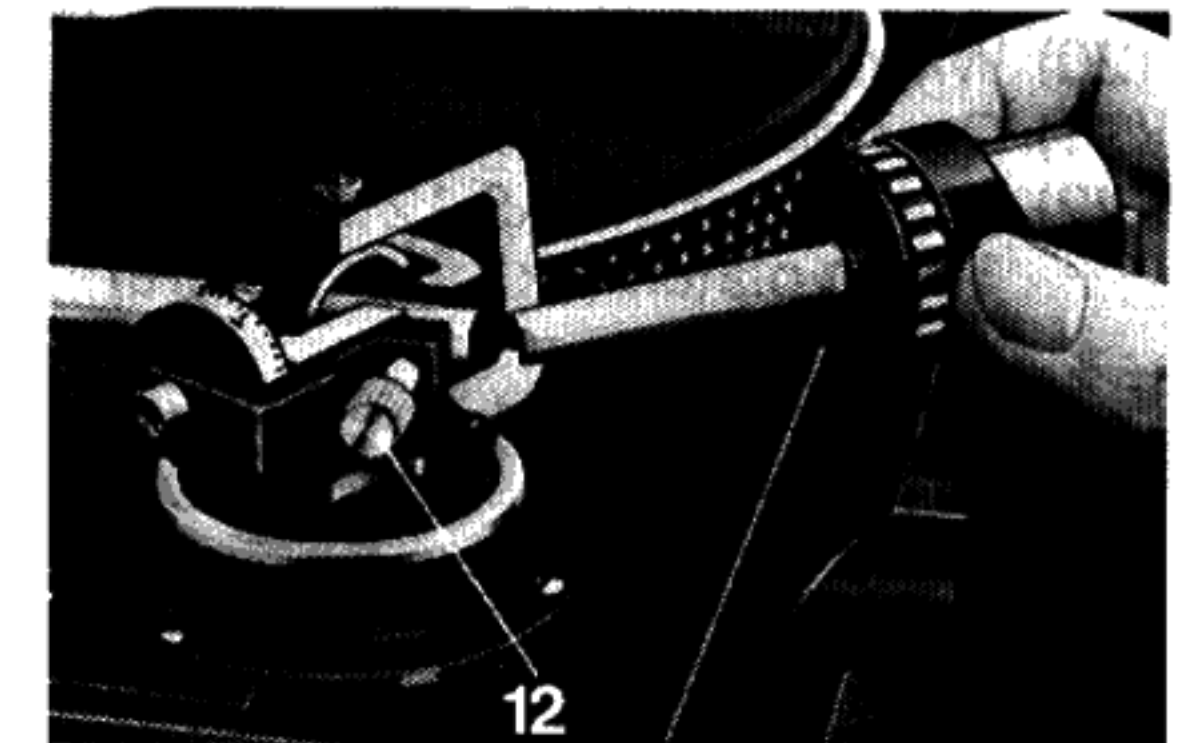

Fig. 3
Nehmen Sie bitte das Tonarm-Balancegewicht aus dem Styroporeinsatz und stecken Sie den Dorn des Balancegewichtes, nach Lösen der Feststellschraube (12), in die dafür vorgesehene Öffnung am hinteren Ende des Tonarmes. Die dreikantförmige Aussparung am Dorn muß dabei nach unten zeigen (Fig. 3). Das Ausbalancieren sowie das jetzt erforderlich werdende Einstellen von Auflagekraft und Antiskating ist ausführlich beschrieben auf den Seiten 20 und 22.
Retirer le contrepoids du bras de l'emballage de styropor, et introduisez la tige du contrepoids, après avoir desserré la vis de blocage (12), dans l'ouverture prévue à cet effet à l'extrémité arrière du bras de lecture. L'encoche triangulaire de la tige doit alors être tournée vers le bas (Fig. 3).
Next place platter directly on the motor. Take the tonearm counterbalance out of its styrofoam insert. Loosen the setscrew (12) at the rear of the tonearm, and insert the shaft of the counterbalance in the opening provided for this purpose. The triangular-shaped notch of the shaft must point in downward direction (Fig. 3).
Steek de doorn van het gewicht, na losmaken van de borgingsschroef (12) achter de naald-drukinstelling-, achter in de toonarm. De uitsparing in de doorn moet aan de onderzijde zitten (Fig. 3).
Saque el contrapeso del brazo de la pieza de embalaje de stiropor e introduzca la espiga del contrapeso en el orificio correspondiente del extremo del brazo, después de haber aflojado el tornillo de fijación (12). Al introducir el contrapeso deberá procurar que la muesca triangular de la espiga señale hacia abajo (Fig. 3).
Togliete ora il contrappeso dall'involucro di plastica ed infilate lo spinotto nel foro posteriore del braccio (dopo aver allentato la vite d'arresto (12). La scanalatura triangolare deve essere rivolta verso il basso (Fig. 3).